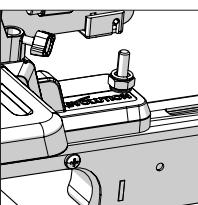

Fig. 10
- Fäst maskinen till sågmonteringsbyglarna med lämpliga bultar, packningar och låsmutterar osv. Låshandtagen måste vara placerade på geringssågens framsida. (**Fig. 10**)